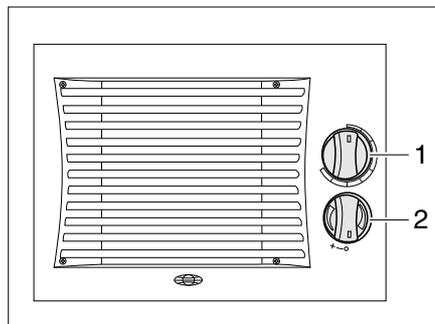

Bild 187 Bedienelemente Zusatz-Wärmetauscher
- Den Drehregler (Bild 187,1) des Durchflussreglers bis zur gewünschten Position drehen. Der Wasserkreislauf ist offen.
- Den Gebläseschalter (Bild 187,2) des Umluftgebläses im Uhrzeigersinn drehen.
- Den Gebläseschalter (Bild 187,2) auf "O" drehen.
- Den Drehregler (Bild 187,1) des Durchflussreglers ganz zurückdrehen.